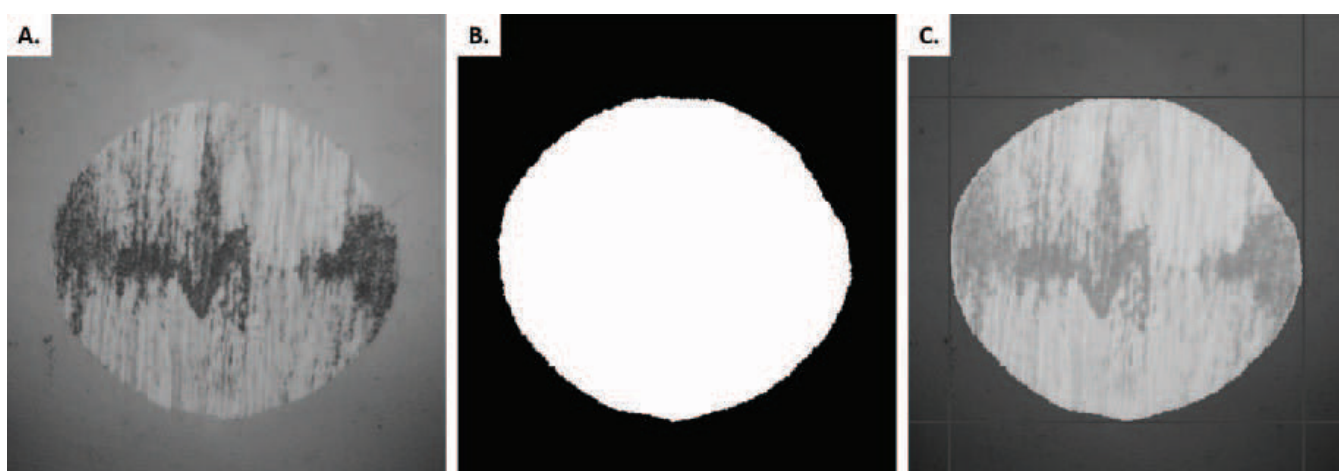

Рис. 4. Цифровой ассистент МООНА позволяет точно спрогнозировать пятно износа испытываемых образцов.
- Автоматическое прогнозирование пятна износа шарика с помощью алгоритма машинного обучения AI (Рис. 4).